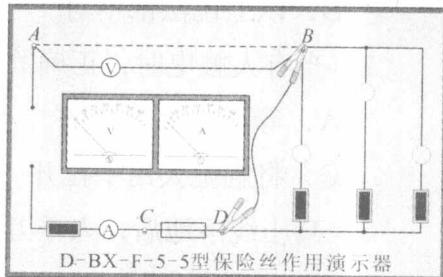

图 1.6 短路时，超负荷引起火灾
- (1) 按仪器规定接好电路(图 1.6)。
- (2) 点亮一盏 10 瓦灯泡时，导线 AB 正常供电。
- (3) 再点亮一盏 50 瓦灯泡时，导线 AB 已满载，但仍能安全供电。
- (4) 当再点亮一盏 50 瓦灯泡时，导线 AB 超载，这时表面上看导线也能供电，但是过几秒，可看到导线 AB 发热、冒烟，并烧毁其绝缘层。在将引起火灾之时，关闭电源开关。思考一下，这时导线上的电流仅超过导线允许通过的最大电流不到 1 倍，如果超过更多会怎样呢？
- (5) 在电路中只接入一盏 10 瓦灯泡，使导线正常供电。
- (6) 这时用短路线夹将仪器 B、D 两接线柱短接，会怎样呢？先思考一下，再真的短接，你会看到导线冒起滚滚浓烟，进而燃起熊熊火焰！
(2) 短路：火线与零线没有经过电器相碰，造成短路，引起电路中电流过大，而且电路中的保险装置不起保险作用或根本没有保险装置，导线发热燃烧引起火灾（图1.6）。